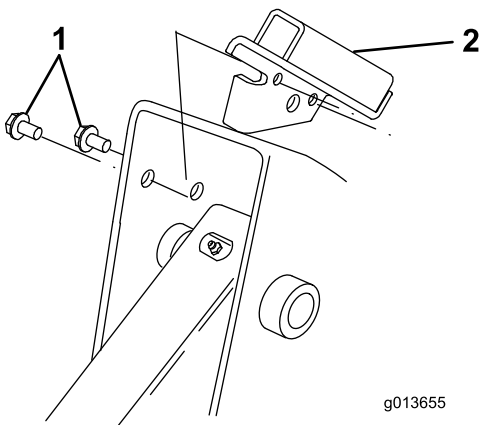

Figura 5
3. Aliniați proeminența de pe consola scutului cu marginea frontală a cadrului cu consola din interiorul fantei braului încărcătorului (Figura 5).
Notă: Există o consolă dreapta și o consolă stânga. Asigurați-vă că instalați consola corect pe fiecare parte. Proeminența trebuie să se afle deasupra marginii cadrului, iar consola trebuie să se afle în interiorul fantei braului încărcătorului cu 2 orificii mai mici în consolă aliniată cu orificiile efectuate de dumneavoastră în cadru (Figura 5).
4. Fixai consola pe cadru cu 2 uruburi cu autofiletare, aa cum este ilustrat în Figura 5.